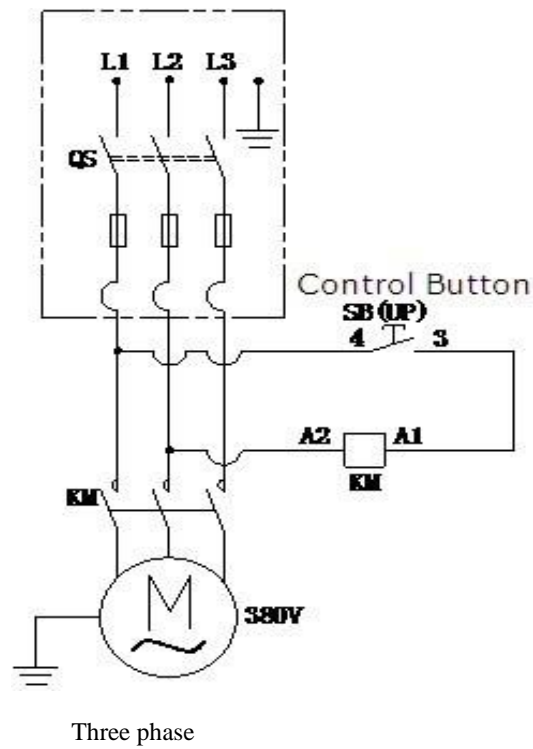

Fig. 28
1. Circuit diagram (See Fig. 28)